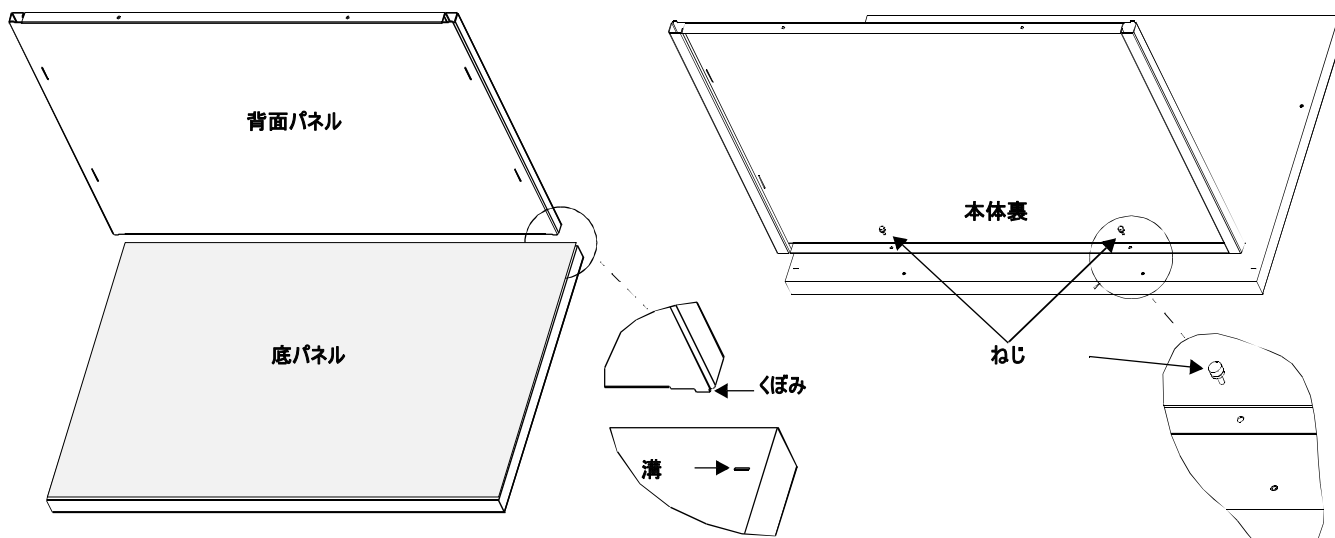

図2 背面パネルを底パネルに設置
4. 背面パネル（#2）底のくぼみを、底パネル（#1）後方のくぼみに合わせます。図2の様に、背面パネルと底パネルを2本のねじで固定します。